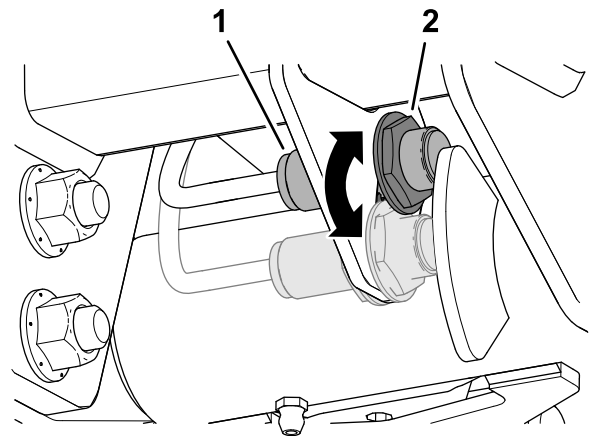

Bild 56
3. Lösen Sie die Klemmmutter, mit welcher der Hubarmschalter an der Schalterplatte befestigt ist (**Bild 56**).